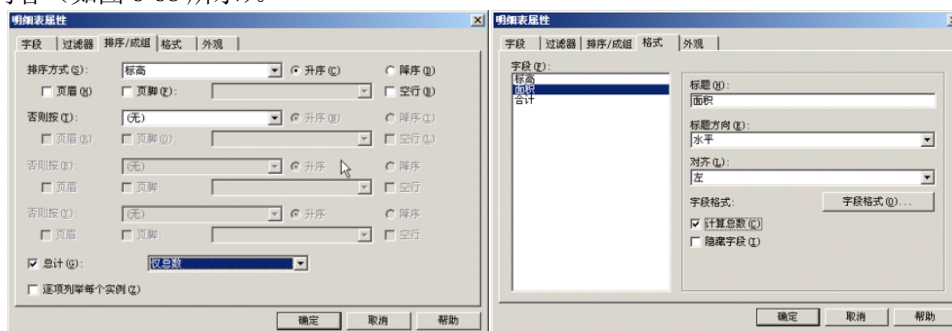

图 6-68
- 9) 在排序/成组面板中，以标高作为明细表的排序方式，勾选总计，并选择“仅总数”作为总计内容（如图 6-68 所示）。